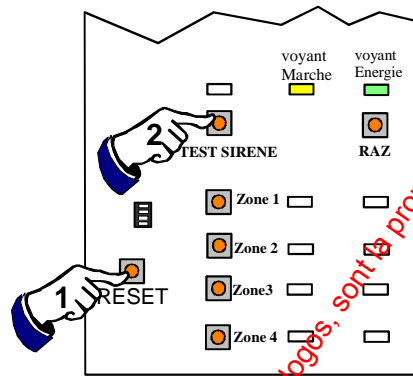

Figure 8 : Accès au mode apprentissage
- Appuyer sur le bouton poussoir RESET, situé sur la carte électronique de la centrale (Fig. 8)
- Appuyer deux secondes sur le bouton TEST situé sur la carte électronique de la centrale (Fig. 8), jusqu'à l'allumage simultané en fixe des deux voyants :